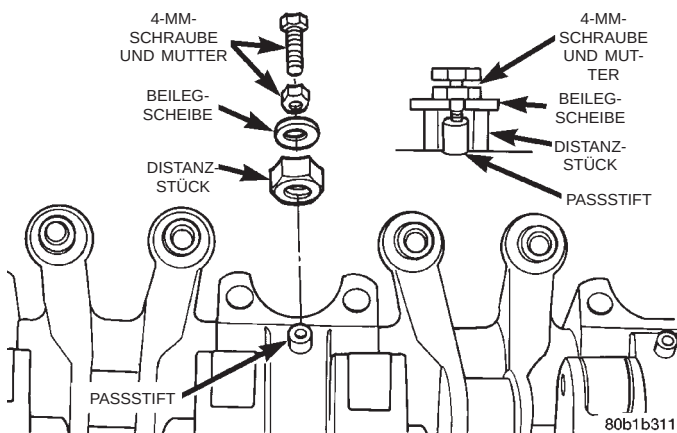

Abb. 56 Kipphebelwelle und Kipphebel — Zerlegen
(1) Paßstift abbauen; hierzu eine 4-mm-Schraube, Mutter, Distanzstück und Beilegscheibe am Stift ansetzen (Abb. 56). Schraube in den Stift eindrehen und danach die Mutter lösen. Hierdurch wird der Stift aus der Kipphebelhalterung herausgezogen. Der Paßstift darf beim späteren Zusammenbau nicht wiederverwendet werden. Kipphebel und Lagerböcke der Reihe nach abbauen.